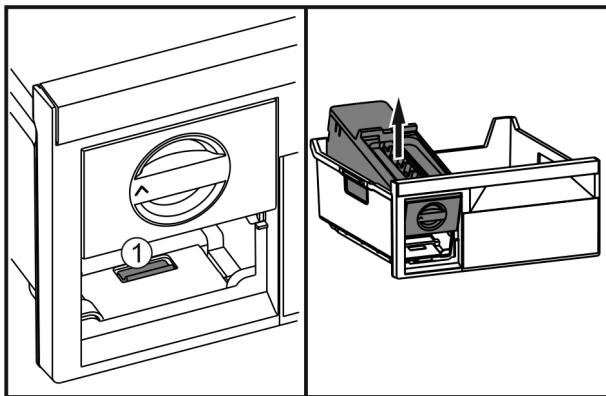

Fig. 42
- ▶ Lip Fig. 42 (1) indrukken, EasyTwist-Ice van achter optillen en uit de vrieslade nemen.